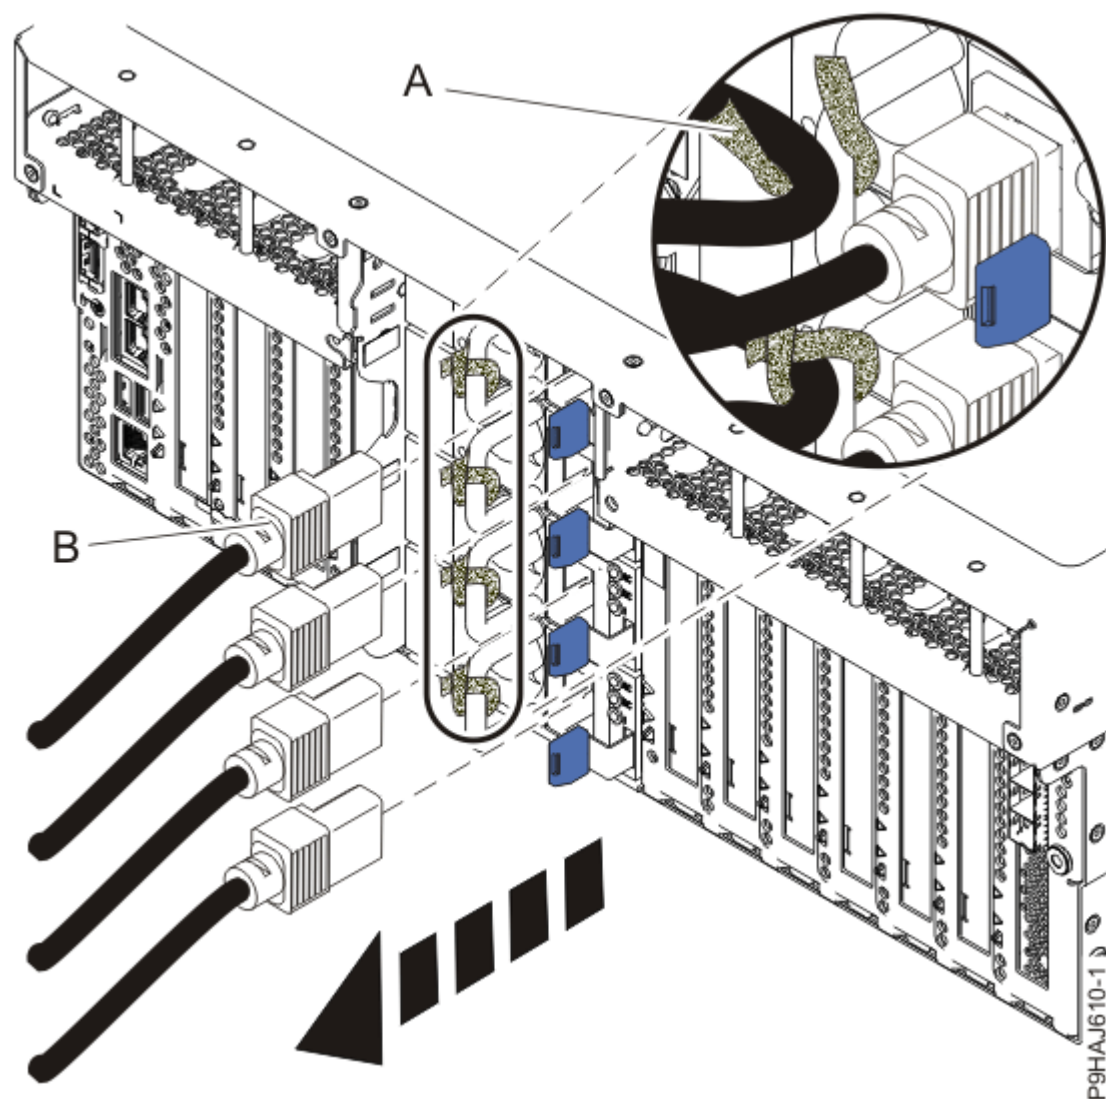

Figura 3. Extracció dels cables d'alimentació d'un servidor muntat en bastidor
- Consulteu la Figura 3 a la pàgina 7 o la Figura 4 a la pàgina 8.